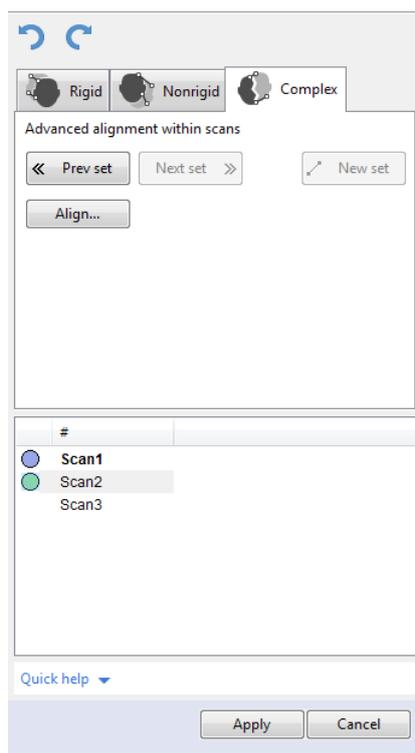

Рис. 9.20: Панель *Сборка*: вкладка *Сложная*
1. Убедитесь, что выбрана вкладка *Сложная* (см. Рис. 9.20).